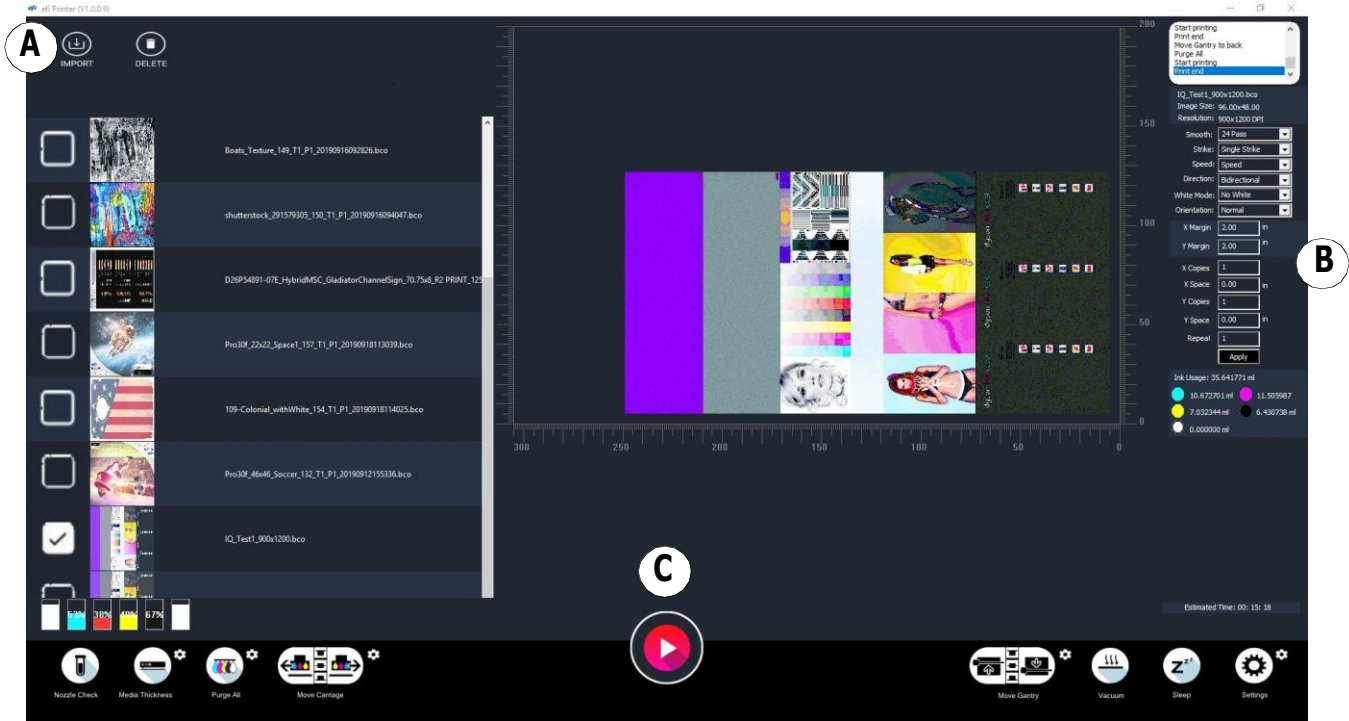

Рисунок 6-1 Печать из программы EFI
1. Нажмите кнопку **Import** для загрузки файла для печать. (Рисунок 6-1, позиция А.)
3. Введите число копий (Рисунок 6-1, Позиция В).
4. Нажмите кнопку начала печати **Print** (Рисунок 6-1, позиция С).